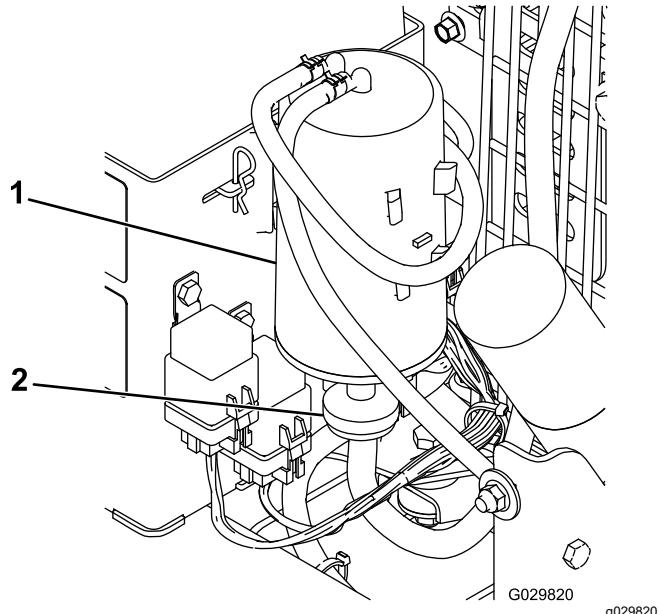

Figure 21
2. Déposez et mettez au rebut le filtre à air à charbon actif (Figure 21).